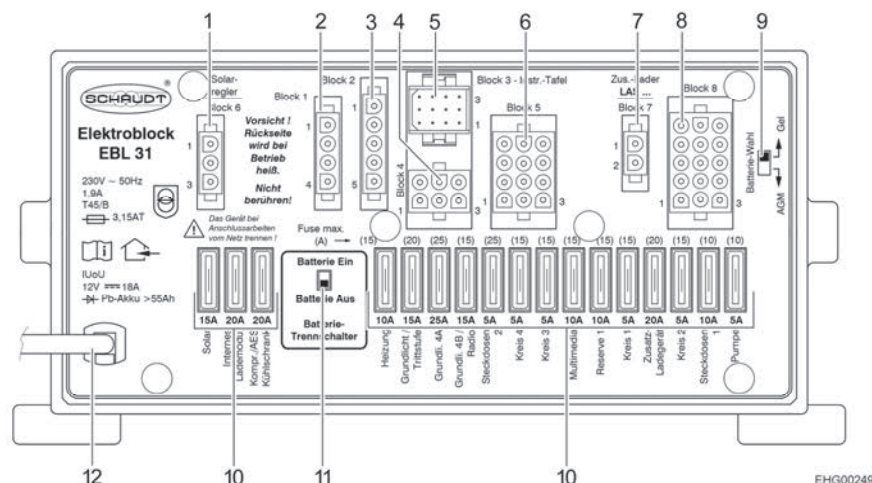

Fig. 99 Bloc électrique (EBL 31)
- ▷ Afin de couper l'alimentation électrique de **tous** les consommateurs électriques 12 V, et pour éviter toute déchargement de la batterie de cellule, placer l'interrupteur-séparateur de batterie (**Fig. 99,11**) sur "Batterie Aus" (batterie Arrêt) sur le bloc électrique.
- ▷ Les consommateurs tels que le bloc électrique lui-même, le panneau de contrôle, le chauffage, le régulateur de panneau solaire (s'il y en a un) et d'autres appareils consomment un faible courant de veille et déchargent à la longue la batterie de cellule. C'est pourquoi il faut mettre l'interrupteur-séparateur de batterie (Fig. 99,11) du bloc électrique sur "Batterie Aus" (batterie Arrêt) lorsque le véhicule n'est plus utilisé pendant une longue période.